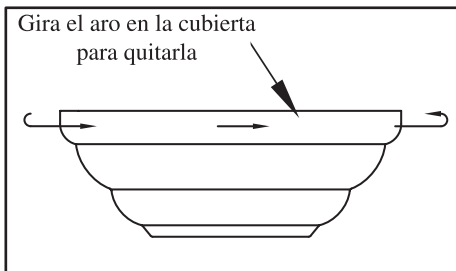

Figura 5
1. Retira el aro en la cubierta, girando el aro a la derecha hasta destrabarlo (Figura 5).